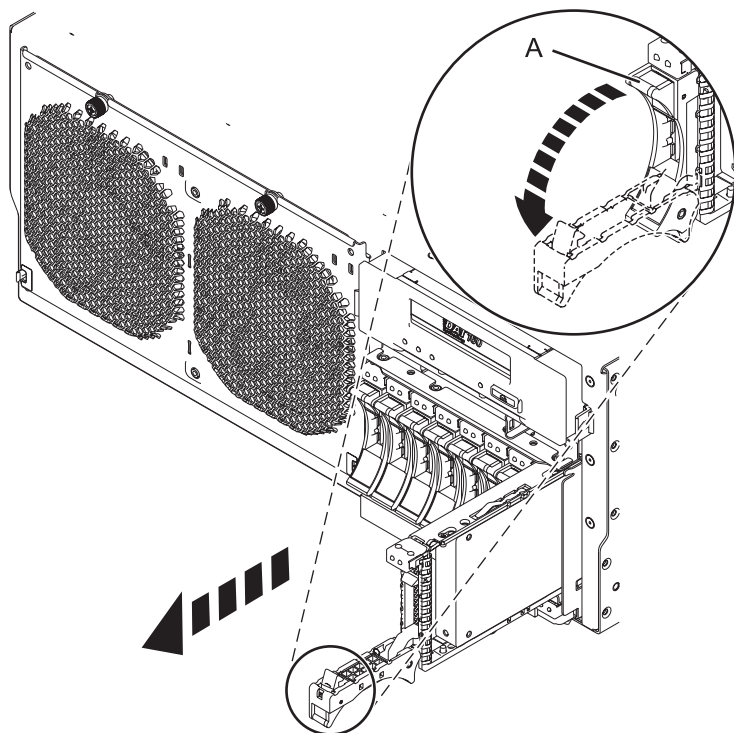

Figure 16. Retrait d'une unité de disque du système
1. Déverrouillez la poignée de l'unité en appuyant dessus et en la tirant vers vous (voir figure 16).